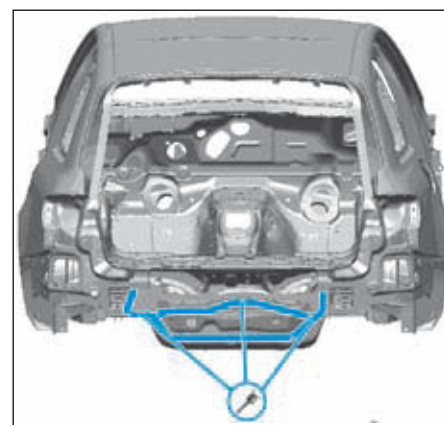

FIG.144
- Dépointer la traverse aux endroits indiqués (Fig.144).